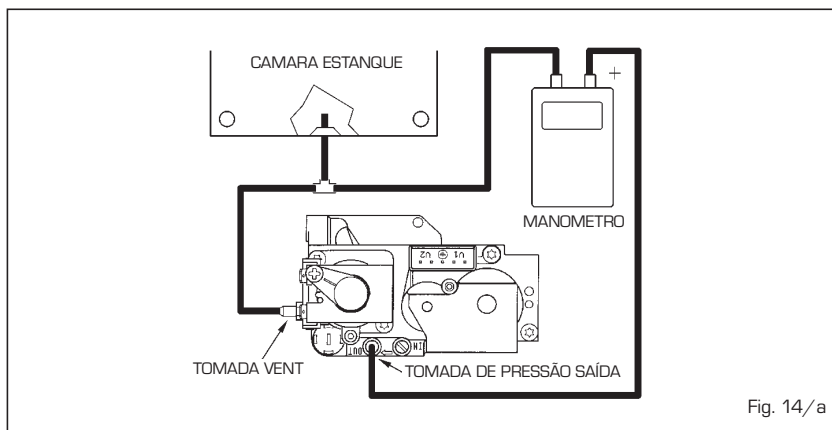

Fig. 14/a
### 4.2 VÁLVULA GÁS (fig. 14)
- Coligar o manometro diferencial como indicado em fig. 14/a.
- **Variar o nível de pressão da acensão (STEP) da válvula de gás posicionando o sinal do parafuso dependendo do tipo de gás como é reportado na fig.14.**